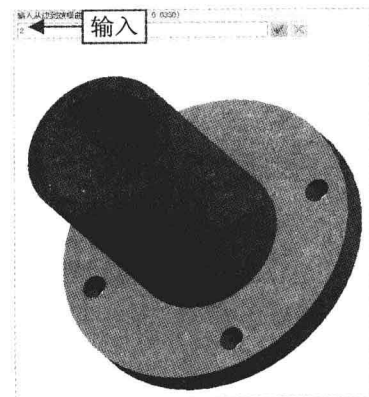

图 8-76 输入 2
Step 06 单击“接受值”按钮 ，弹出“输入从边到拔模曲面的距离”数值框，输入 2，如图 8-76 所示。